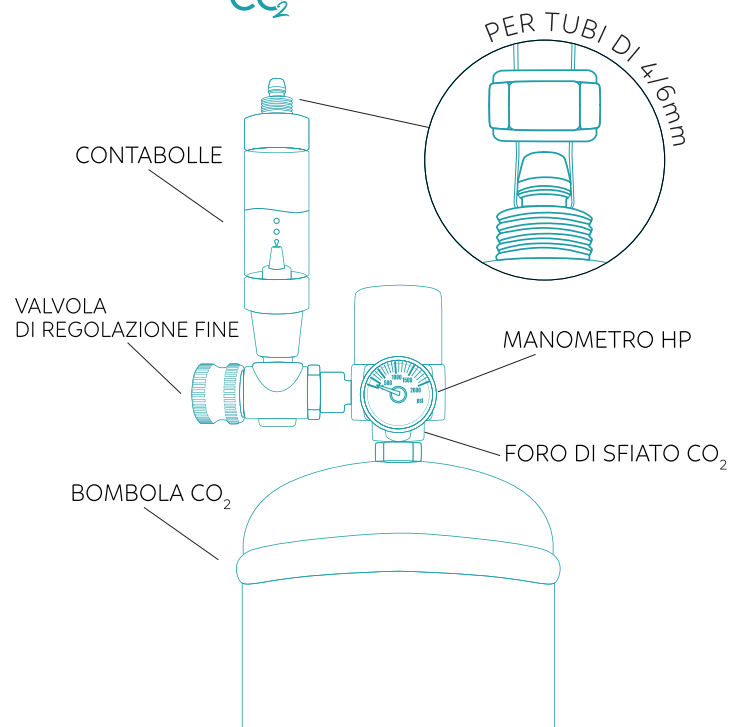

FIG.1
- Collegare il tubo al contabolle e al diffusore in dotazione. (vedi fig. 1)